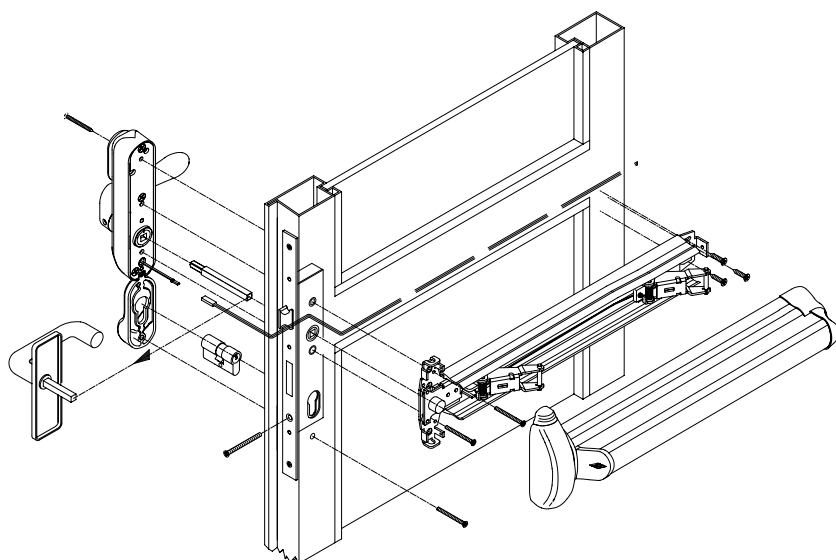
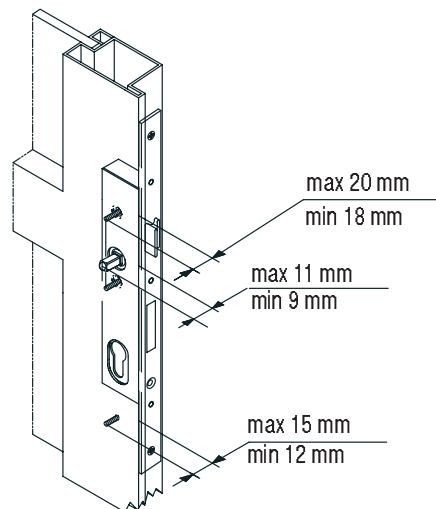

FIG. 4
FIG. 5
**IT PREDISPOSIZIONE DELLA PORTA TAGLIAFUOCO PER IL MONTAGGIO CON ELETTROMANIGLIA VERSIONE INFILARE art. 1.07074.71.0 con interasse 92 mm. (Fig. 4 - Fig. 5)**
- 4A. installare il quadro, fornito con l'elettromaniglia, verificando che la sporgenza sia compresa nelle dimensioni indicate in fig. 5;
Con il meccanismo della scatola principale del maniglione in appoggio dal lato interno porta, inserire le viti di fissaggio passante in dotazione, verificando che la sporgenza sia compresa nelle dimensioni indicate in fig. 5.
**FR PREPARATION DE LA PORTE COUPE-FEU POUR LE MONTAGE AVEC POIGNEE ELECTRIQUE VERSION A ENFILER art. 1.07074.71.0 avec entraxe 92 mm. (Fig. 4 - Fig. 5)**
- 4A. Installer le tableau fourni avec la poignée électrique, vérifier que son dépassement soit compris dans la plage de dimensions indiquées sur la fig. 5 ;
Avec le mécanisme du carter principal de la barre anti-panique situé sur le côté intérieur de la porte, insérer les goujons fournis et vérifier que leur dépassement soit compris dans la plage de dimensions indiquées sur la fig.5.
**DE VORRÜSTUNG DER BRANDSCHUTZTÜR FÜR DIE MONTAGE EINES ELEKTRODRÜCKERS IN EINSTECKAUSFÜHRUNG Art. 1.07074.71.0 mit Dornmaß 92 mm. (Abb. 4 - Abb. 5)**
- 3A. Die wie auf Seite 16 vorgesehene Bohrung auf dem Pfosten ausführen; Den mit dem Elektrodrücker mitgelieferten Vierkantstab montieren und sich dabei überzeugen, dass er nicht weiter vorsteht als in Abb. 5 angegeben;
Mit dem auf der Türinnenseite aufliegenden Mechanismus des Hauptschlosskastens der Betätigungsstange die mitgelieferten durchgehenden Befestigungsschrauben einsetzen und sich überzeugen, dass sie nicht über die in Abb. 5 angegebenen Maße vorstehen.
**EN PRE-SETTING A FIRE DOOR FOR INSTALLATION OF A MORTISE VERSION ELECTRIC HANDLE item 1.07074.71.0 with center distance 92 mm (Fig. 4- Fig. 5)**
- 4A. install the square spindle supplied with the electric handle ensuring that its protruding part is within the dimensional range shown in fig. 5;
With the panic exit device main box mechanism resting against the door inside, introduce the supplied fixing screws, ensuring that their protruding part is within the dimensional range shown in fig. 5.
**ES PREPARACIÓN DE LA PUERTA CORTAFUEGOS PARA MONTAJE CON ELECTROMANILLA VERSIÓN EMBUTIDA Art. 1.07074.71.0, con distancia entre ejes de 92 mm (Fig. 4 - Fig. 5)**
- 4A. Instale el cuadrado suministrado con la electromanilla, verificando que la parte sobresaliente esté comprendida en las dimensiones indicadas en la Fig. 5;
Con el mecanismo del cofre principal de la barra apoyado en el lado interior de la puerta, introduzca los tornillos pasantes de fijación suministrados, verificando que la parte sobresaliente esté comprendida en las dimensiones indicadas en la Fig.5.
**NL VOORBEREIDING VAN DE BRANDDEUR OP MONTAGE VAN ELEKTRISCHE HANDGREEP VOOR INSTEKMONTAGE art. 1.07074.71.0 met hartafstand van 92 mm. (Fig. 4 - Fig. 5)**
- 4A. installeer het paneel dat bij de elektrische handgreep wordt geleverd. Controleer of het niet meer uitsteekt dan de afmetingen die staan aangegeven in fig. 5;
Breng met het mechanisme van het hoofddeel van de handgreep tegen de binnenzijde van de deur de bijgeleverde tapeinden bevestigingsschroeven aan. Controleer of het niet meer uitsteekt dan de afmetingen die staan aangegeven op fig.5;
- 3B. install the square spindle supplied with the electric handle ensuring that its protruding part is within the dimensional range shown in fig. 5;